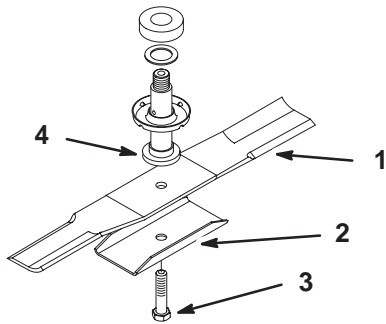

Bild 27
3. Entfernen Sie die Schraube, Messerverstärkung und das Messer (Bild 27). Sie können einen Holzklötz zwischen das Schnittmesser und das Mähwerk keilen, um das Schnittmesser beim Entfernen der Schraube zu blockieren.